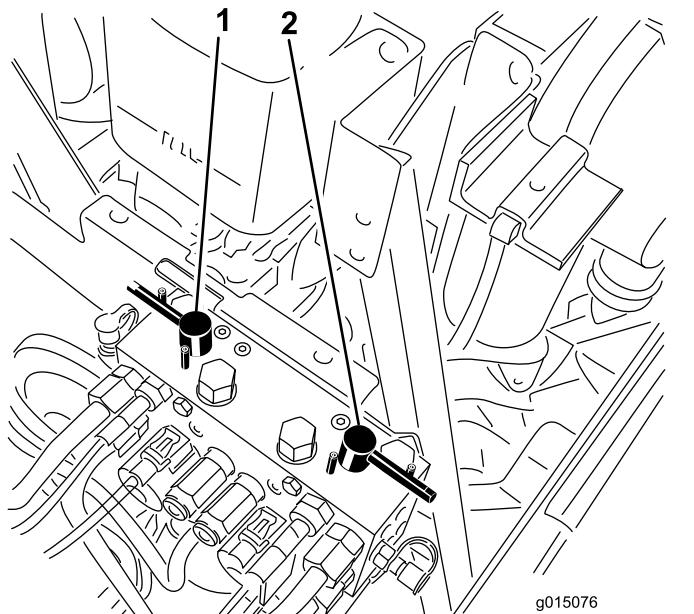

Рисунок 109
- Выберите передний, задний или оба рычага обратного вращения, чтобы определить, заточку каких режущих блоков необходимо произвести (Рисунок 109).